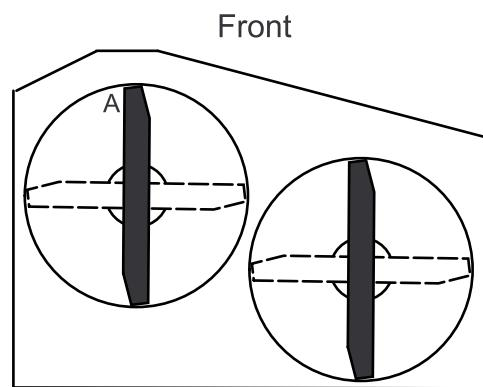

Figure 76
3. Placez la machine sur une surface plane, et tournez une lame dans le sens longitudinal. Mesurez au point **A** et entre la surface plane et le bord coupant des pointes des lames (Figure 75) Pour les tabliers de coupe de 36 pouces, reportez-vous à la Figure 76.